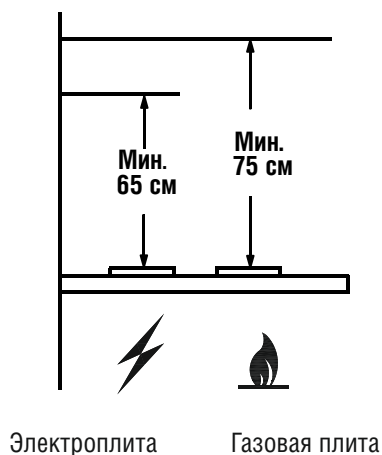

рис. 1
1.2 Устанавливайте его над плитой, как показано на рис. 1.
4.7 Устанавливайте воздухоочиститель над плитой в соответствии с рис. 1.
- при установке воздухоочистителя соблюдайте указания п. 1.2 (рис.1);